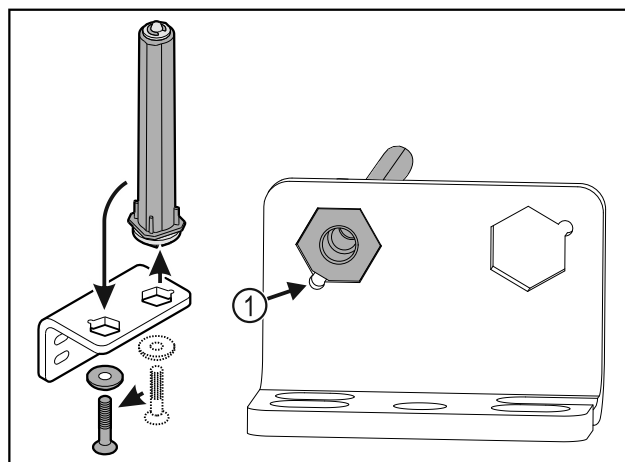

Fig. 36
- Проследите за тем, чтобы при установке скос пальца Fig. 36 (1) указывал в направлении круглого отверстия.